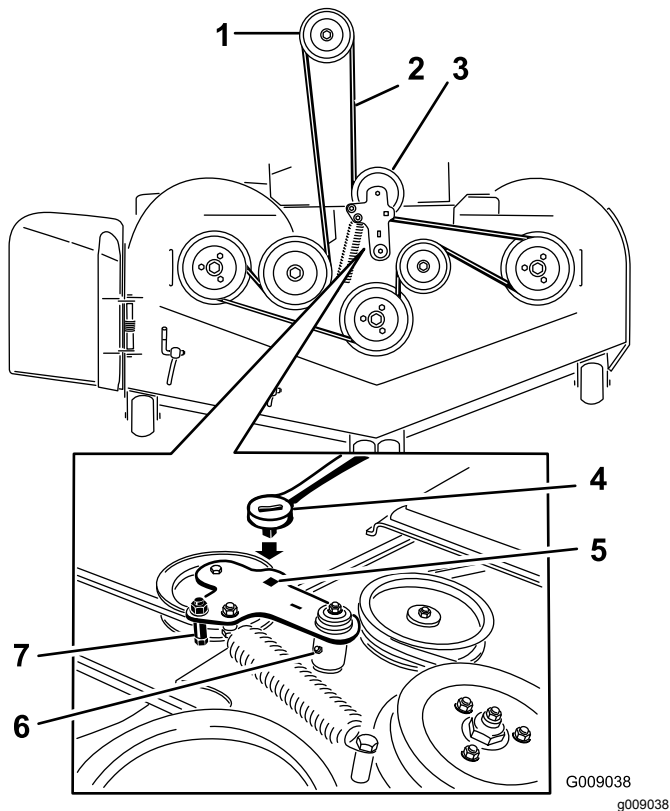

Figura 76
5. Utilice una llave de carraca en el taladro cuadrado del brazo tensor para aliviar la tensión del muelle tensor (Figura 76).
7. Instale la guía de la correa en el brazo tensor tensado con muelle indicado en Figura 76.
- Pase la correa nueva alrededor de las poleas del cortacésped y de la polea del embrague, debajo del motor (Figura 76).
- Instale la guía de la correa en el brazo tensor según se muestra en Figura 76.
- Utilizando la llave de carraca en el taladro cuadrado, instale el muelle tensor (Figura 76). Asegúrese de que los extremos del muelle están asentados en las ranuras de anclaje.